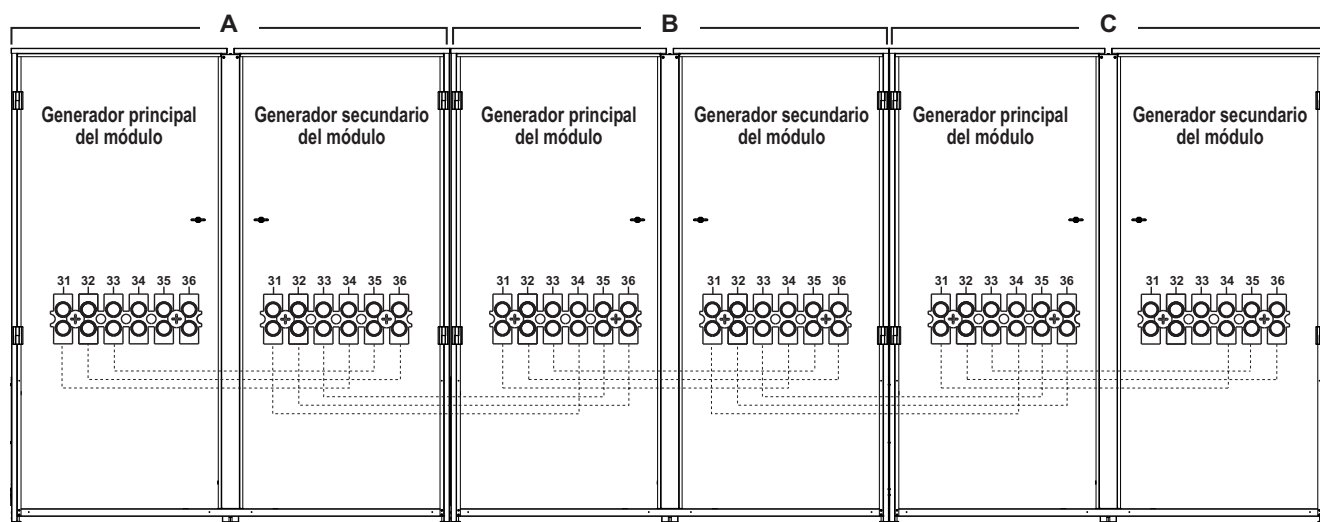

fig. 54 - Conexión en cascada
1. Conecte los módulos como se indica en la fig. 54 (ejemplo con 3 módulos).
Si el funcionamiento no es correcto, desconecte la alimentación eléctrica y controle el cableado en la fig. 54.